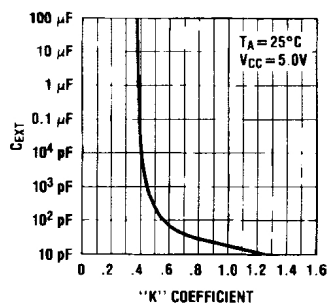

FIGURE 2.
- figure 2: monostable non-redéclenchable actif sur front montant